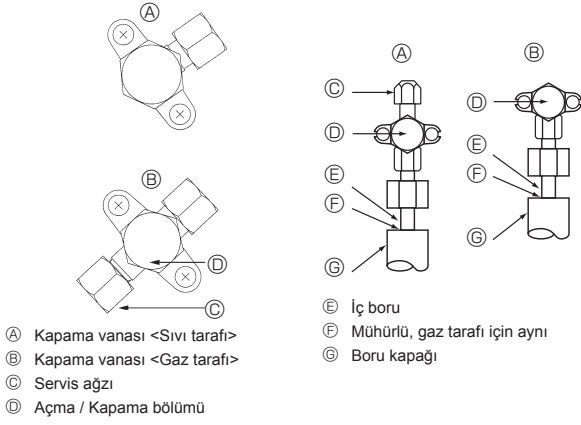

Fig. 4-5
4.4. Soğutucu borusu hava sızdırmazlığı test yöntemi (Fig. 4-5)